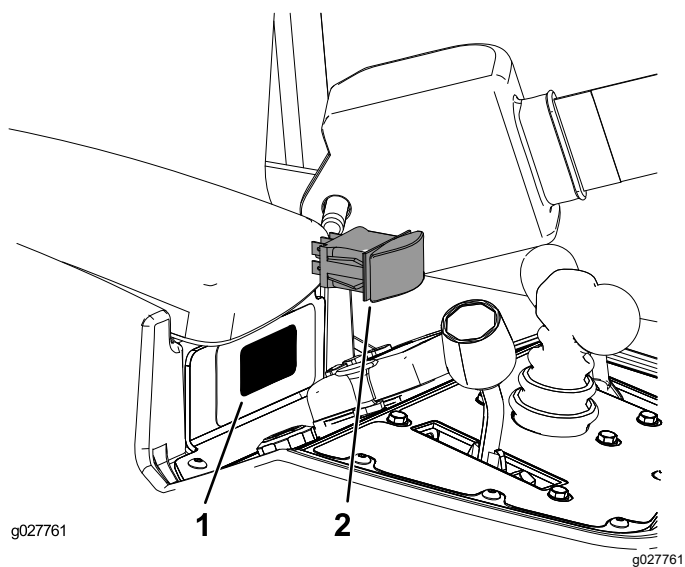

Figura 10
2. Dall'interno della consolle, estraete il tappo dal foro esercitando una pressione su di esso (Figura 10).
3. Inserite l'interruttore a ginocchiera nel foro di montaggio della consolle come indicato nella Figura 10.